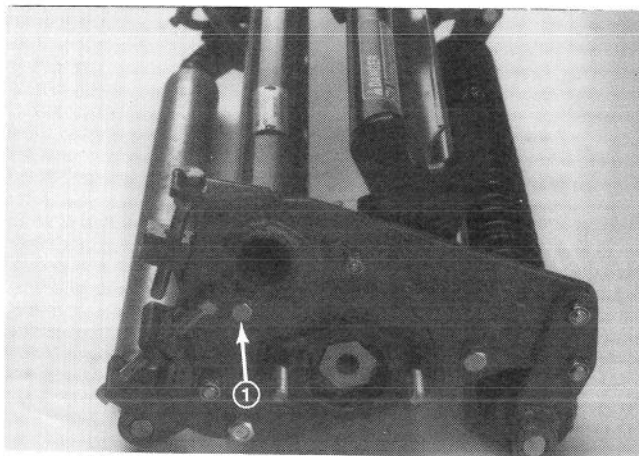

Figura 16
1. Allentate il bullone di bloccaggio sul lato dell'unità falciante (Figura 16).